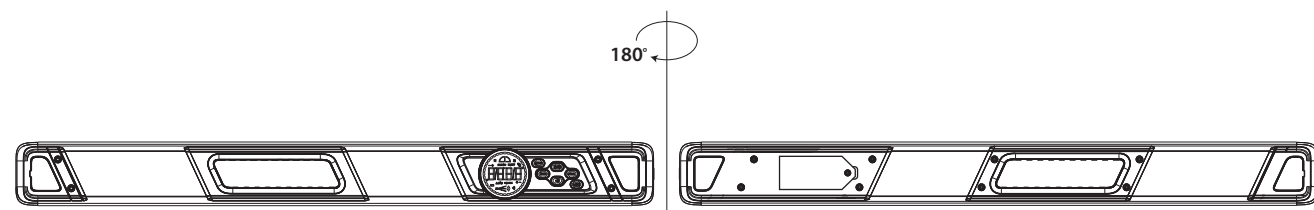

Рис. 4
- Нажмите кнопку (1), чтобы выключить прибор. Поместите прибор на ровную поверхность. Нажмите и удерживайте кнопку (3) в течение 2 секунд, затем нажмите кнопку (1), пока на дисплее (8) не появится надпись CAL1.
- Не перемещая прибор, нажмите кнопку (3). Надпись CAL1 начнет мигать, а затем превратится в CAL2.
- Поверните прибор на 180°, а затем нажмите кнопку (3). Надпись CAL2 начнет мигать. Когда надпись CAL2 превратится в CAL3, горизонтальная калибровка будет завершена (рис. 4).